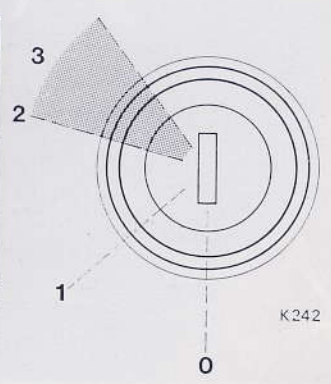

Fig. 12
**Interruttore di Accensione/Avviamento e Bloccasterzo (Fig. 12)**